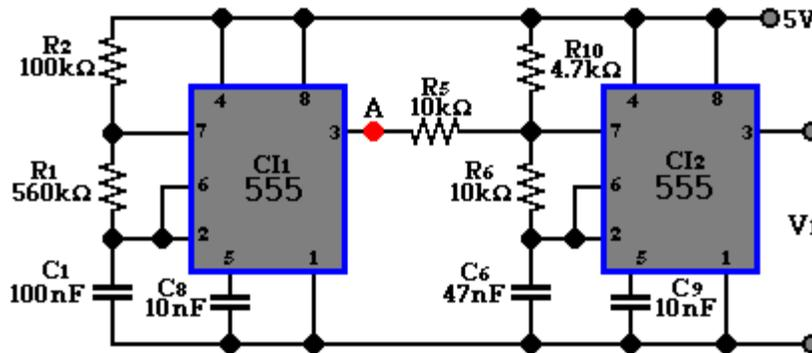
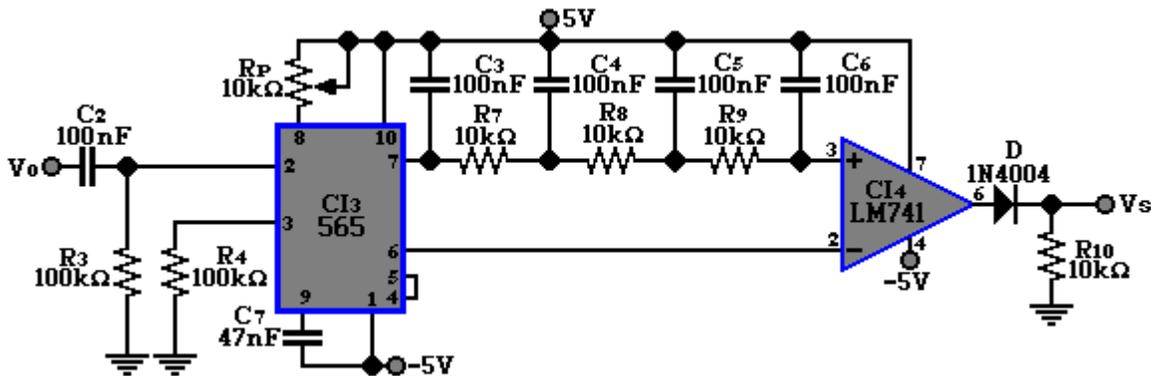

Figura 8.1
Figura 8.2.
2. Desarrollar el análisis teórico de la figura 8.1 y 8.2, éste deberá ser entregado al profesor del laboratorio al inicio del mismo.
3. Realizar la simulación del circuito de la figura 8.2.
- Arme el circuito de la figura 8.1.
- Sin desarmar el circuito anterior, arma el circuito de la figura 8.2 (V₁, es la señal de salida del circuito de la figura 8.1).